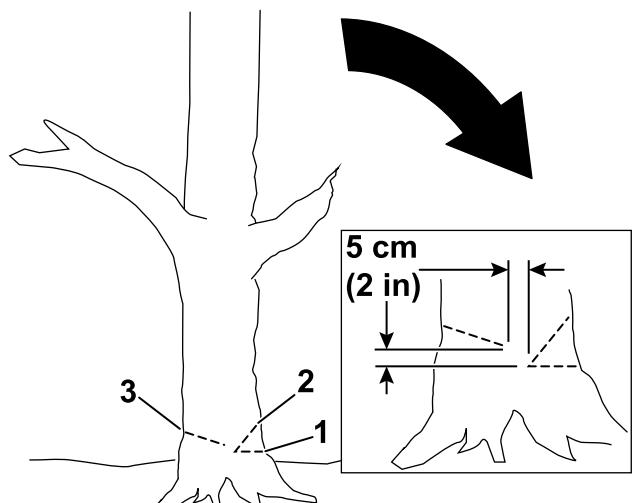

Figura 15
- 4. Haga el primer corte de un tercio del diámetro del árbol en el lado hacia donde desea que caiga el árbol (Figura 15).
- 5. Haga un segundo corte para formar una cuña, empezando el corte al menos 5 cm (2") por encima del primer corte (Figura 15).
- 6. Haga el corte de caída desde el lado opuesto a la cuña y unos 5 cm (2") por encima de la parte inferior de la cuña, como se muestra en la Figura 15.
Importante: Importante: detenga el tercer corte a 2.5 a 5 cm (1" a 2") de la cuña para formar una bisagra entre los cortes (Figura 15), que evitará que el árbol caiga en la dirección incorrecta o que gire al caer.
Nota: A medida que el corte de caída se acerque a la bisagra (Figura 15), el árbol debe empezar a caer.